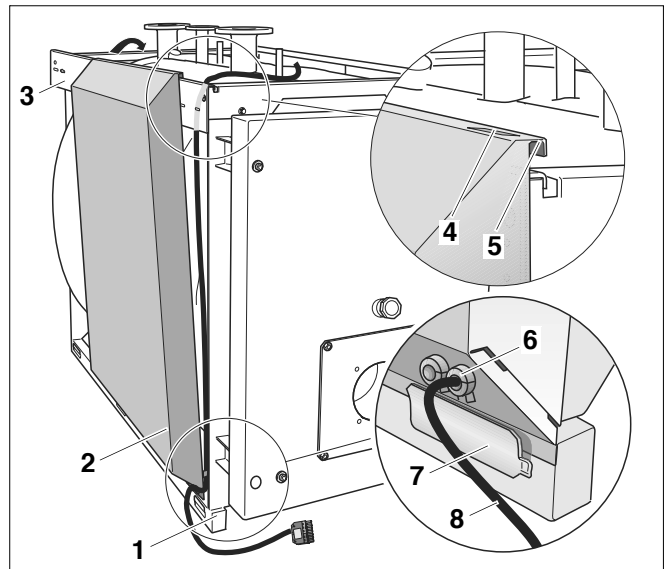
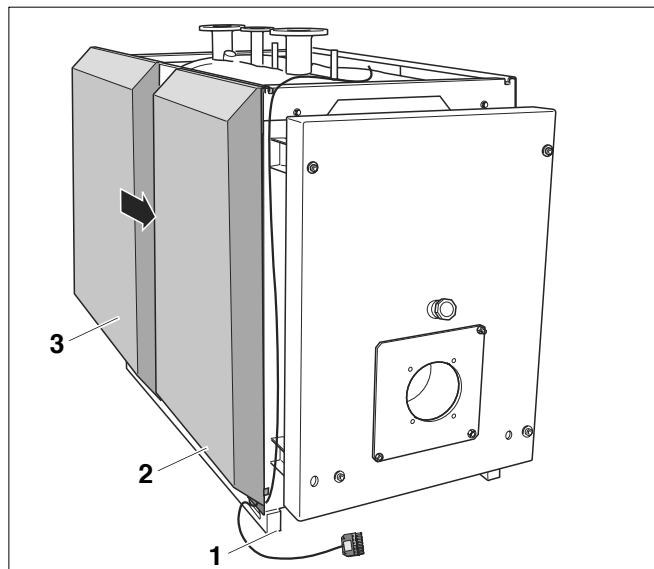

Fig. 23: Montarea peretelui lateral stânga față
Fig. 25 Montarea peretelui lateral stânga spate
- Se trage cablul arzătorului cu dispozitivul de detensionare (fig 23, **poz. 8**) pe partea balamalei pe sub traversa laterală (fig 23, **poz. 3**) până la baza corpului cazanului (fig 23, **poz. 1**).
- Se sprijină peretele lateral stânga față (fig 23, **poz. 2**) (la deschiderea ușii pe dreapta – peretele lateral din dreapta) de corpul cazanului.
- Se trage cablul arzătorului cu dispozitivul de detensionare (fig 23, **poz. 8**) prin ghidajul pentru cablu (fig. 23, **poz. 6**) al peretelui lateral stânga față (fig. 23, **poz. 2**). Ștecherul pentru conectarea arzătorului (mare) este afară.
- Țineți seama că fanta peretelui lateral stânga față (fig. 23, **poz. 4**) este orientată spre peretele față al cazanului.
- Se așază peretele lateral stânga față (fig. 23, **poz. 2**) în spatele agățătorii cadrului cazanului (fig. 23, **poz. 7**).
- Se prinde peretele lateral stânga față (fig. 23, **poz. 2**) cu îndoitura muchiiilor (fig. 23, **poz. 5**) de traversele laterale (fig. 23, **poz. 3**).
- Se împinge peretele lateral stânga față (fig. 23, **poz. 2**) până când acesta se lipește de traversa laterală (fig. 23, **poz. 3**).
Pentru a simplifica montarea peretelui lateral stânga spate (fig. 25, **poz. 3**) nu aveți voie să-l prindeți direct lângă peretele lateral stânga față (fig. 25, **poz. 2**).
- Lăsați peretele lateral stânga spate puțin peste peretele din spate al cazanului (fig. 25).
- Țineți cont că fanta peretelui stânga spate este orientată spre peretele din spate al cazanului (fig. 23, pagina 30).
- Prindeți peretele lateral stânga spate (fig. 25, **poz. 3**) cu îndoitura muchiei (fig. 23, pagina 30) pe traversa laterală (fig. 23, pagina 30), după care împingeți-l spre peretele lateral stânga față (fig. 25, **poz. 2**).